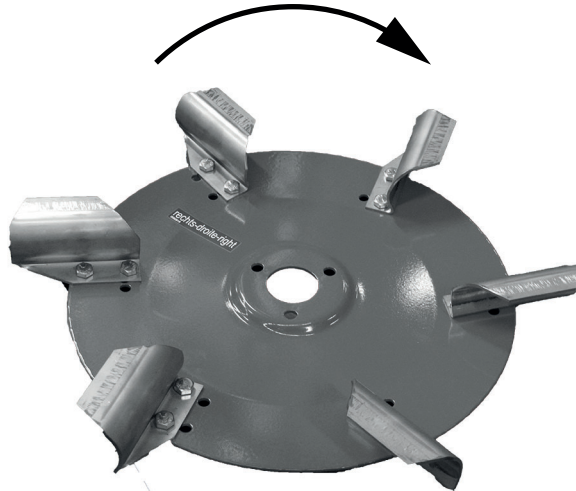

Bild 8.3: Spridartallrikens rotationsriktning
1. Beakta spridartallrikens rotationsriktning. Se Bild 8.3.